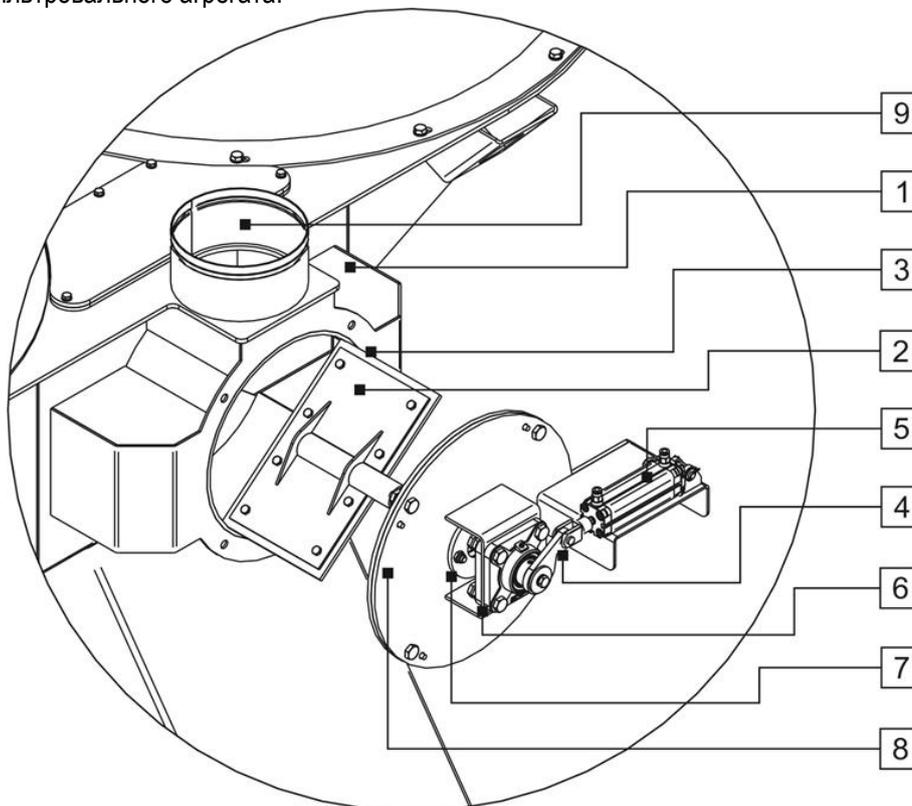

Рис. 146
Переключатель потока Рис. 146. служит для подачи запыленного воздуха в корпус одного из двух кассетных фильтров фильтровального агрегата.
Положение заслонки (2) показанное на Рис. 146 говорит о том, что пылевоздушный поток поступает в левый фильтр, в то время как правый фильтр находится в режиме регенерации.
Текущее положение заслонки (2) внутри корпуса (1) можно определить по положению рычага (4) и пневматическому цилиндру (5). В положении заслонки (2) показанное на Рис. 146 (рычаг направлен в сторону правого фильтра, шток пневматического цилиндра задвинут) регенерация кассет обратной продувкой сжатым воздухом должна проходить в правом фильтре.